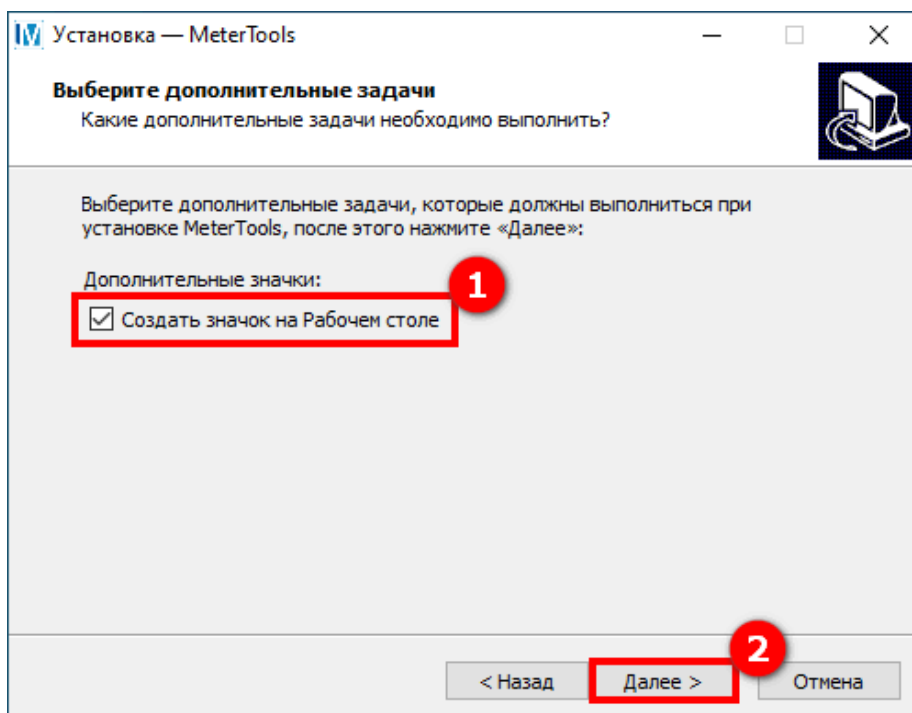

Рисунок 5 – Окно установки MeterTools (МетерТулс)
- цифры в круглых скобках в тексте перед наименованием рисунка, например: (1) (см. рисунок 5), означают порядковый номер шага на рисунке при выполнении того или иного действия, при этом номер рисунка указывается один раз и все последующие шаги относятся к данному рисунку, если нет ссылки на следующий.
По умолчанию **Мастер установки** создаст ярлык программы на Рабочем столе. В случае отсутствия необходимости в создании ярлыка программы на Рабочем столе – снимаем соответствующую отметку (1) (см. рисунок 5). Нажимаем кнопку **Далее** (2).